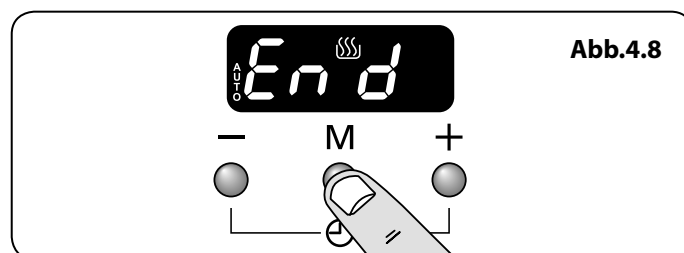
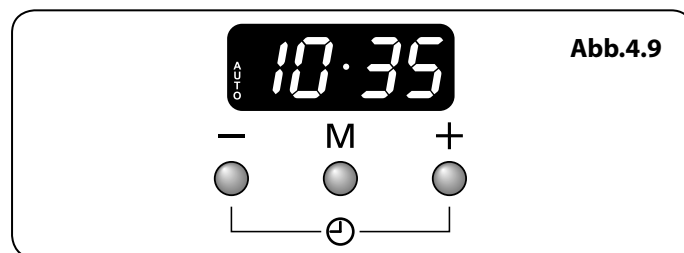

Abb.4.8
Abb.4.9
2. Drücken Sie die Modustaste [M], bis die Anzeige blinkt: End (**Abb.4.8**). Stellen Sie anschließend die „Stoppzeit“ mithilfe der Tasten [+] und [-] ein. Die aktuelle Uhrzeit wird zusammen mit dem Wort „AUTO“ angezeigt (**Abb.4.9**).